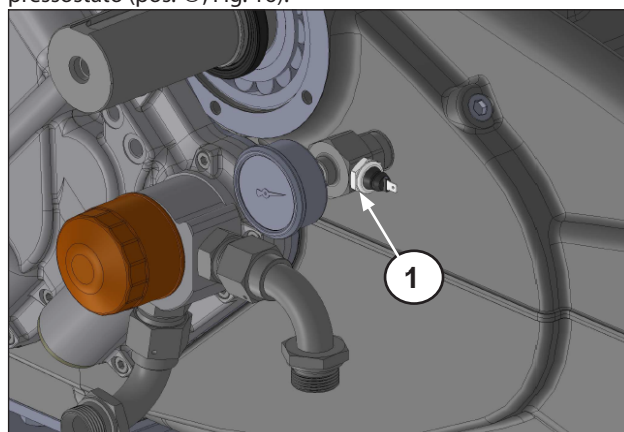

Fig. 16
Svitare e rimuovere il manometro, il raccordo, il nipplo e il pressostato (pos. ①, Fig. 16).